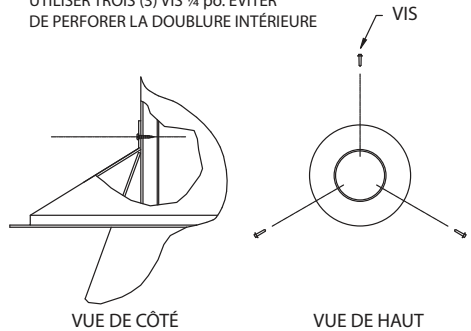

Figure 29
**(h). Collet de solin.** Faites glisser le collet de solin sur le conduit jusqu'à la partie supérieure du solin. Fixez le collet de solin en place avec au moins trois (3) vis à tôle de 1/4 po (0,635 cm) (**Figure 29**). Évitez de perferer la paroi intérieure. Le collet de solin et le solin supporteront le poids de l'ensemble de l'évent. Utilisez un produit d'étanchéité non durcissant autour de la partie supérieure du collet de solin pour réaliser un joint étanche.
**(g). Collet de solin.** Faites glisser le collet de solin sur le conduit jusqu'à la partie supérieure du solin. Fixez le collet de solin en place avec au moins trois (3) vis à tôle de 1/4 po (0,635 cm) (**Figure 29**). Évitez de perforer la paroi intérieure. Le collet de solin et le solin supporteront le poids de l'ensemble de l'évent. Utilisez un produit d'étanchéité non durcissant autour de la partie supérieure du collet de solin pour réaliser un joint étanche.